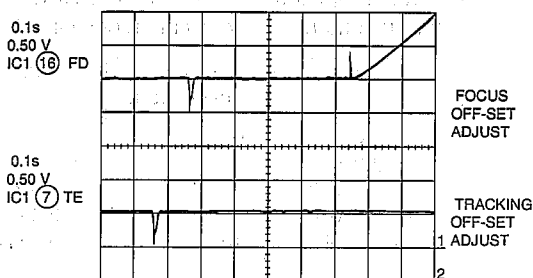

Figure 24-2
1. Focus offset (Fig. 24-2)
1. Fokusabweichung (Abb. 24-2)
1. décalage de focalisation (Fig. 24-2)